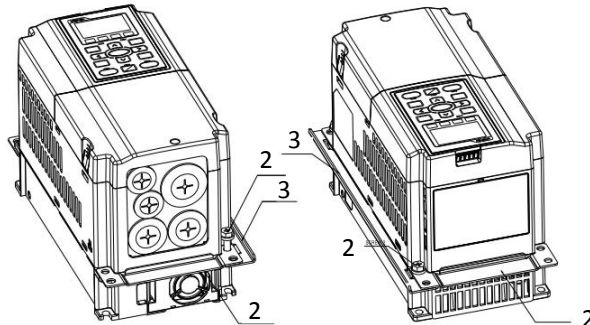

Рис. 2
2. Установите детали 2 и 3 при помощи 2 винтов 2 (M6) (рис. 2). Момент: 25-30 кг-см / [21.7-26 ф-дм] / [2.5-2.9 Нм]
2. Установите детали 2 при помощи 2 винтов 1 (M6). Момент: 25-30 кг-см / [21.7-26 ф-дм] / [2.5-2.9 Нм] (рис. 2)